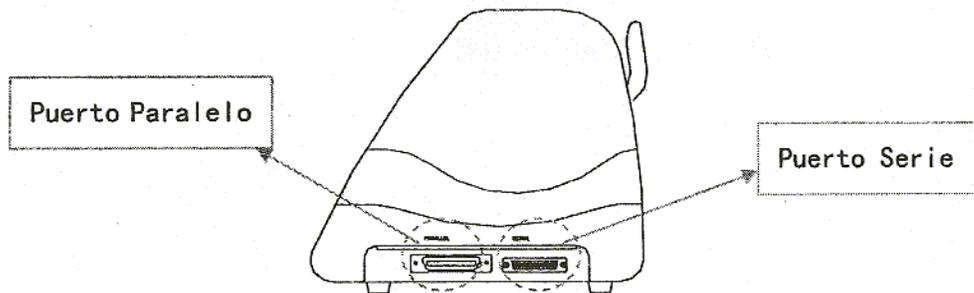

Figura 4-1
1. Conecte un cable paralelo al ploter de corte y al ordenador servidor (Figura 4-1).